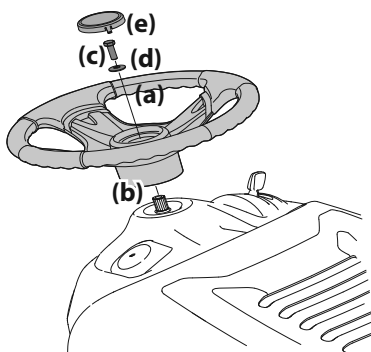

Figure 10
- Assurez-vous que les roues de l'appareil sont dirigées vers l'avant, puis placez le volant de direction (a) sur l'arbre de direction (b). Voir Figure 10.